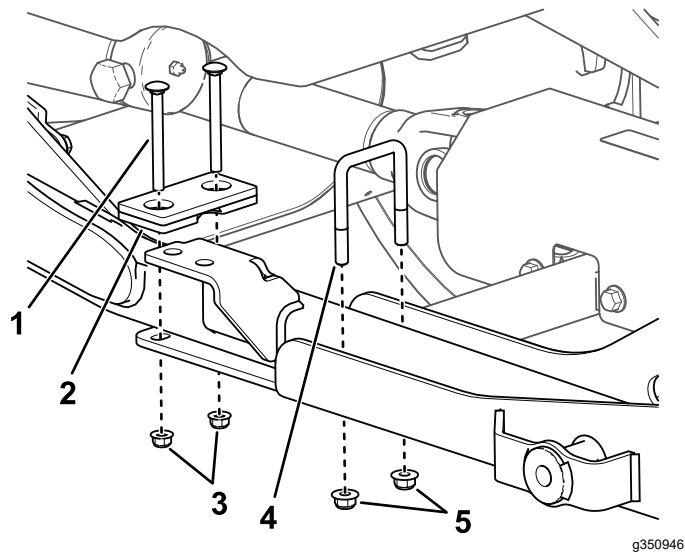

Figure 12
2. Abaissez les bras de levage dans l'ensemble de montage, comme montré à la Figure 12, puis serrez le frein de stationnement du groupe de déplacement, coupez le moteur, retirez la clé et attendez l'arrêt complet de tout mouvement.
3. Fixez l'arrière des bras de levage sur l'ensemble de montage au moyen des étriers filetés, des plaques de butée, des boulons de carrosserie et des contre-écrous fournis (Figure 12).